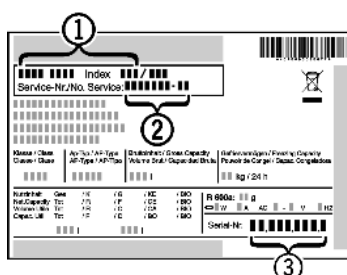

Fig. 56
- ▶ Očitajte naziv uređaja Fig. 56 (1), servisni broj Fig. 56 (2) i serijski broj Fig. 56 (3) s tipske pločice. Tipska pločica nalazi se na lijevoj unutarnjoj strani uređaja.